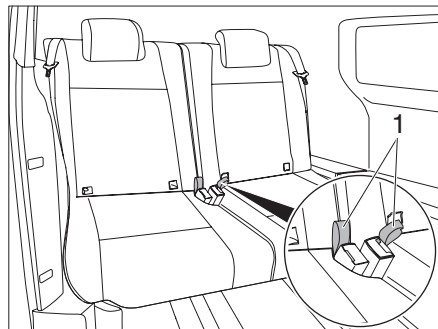

Fig. 19 Plegar el respaldo del banco de asiento
- Tirar de las eslingas (Fig. 19,1) y plegar los respaldos de los bancos de asiento hacia atrás.